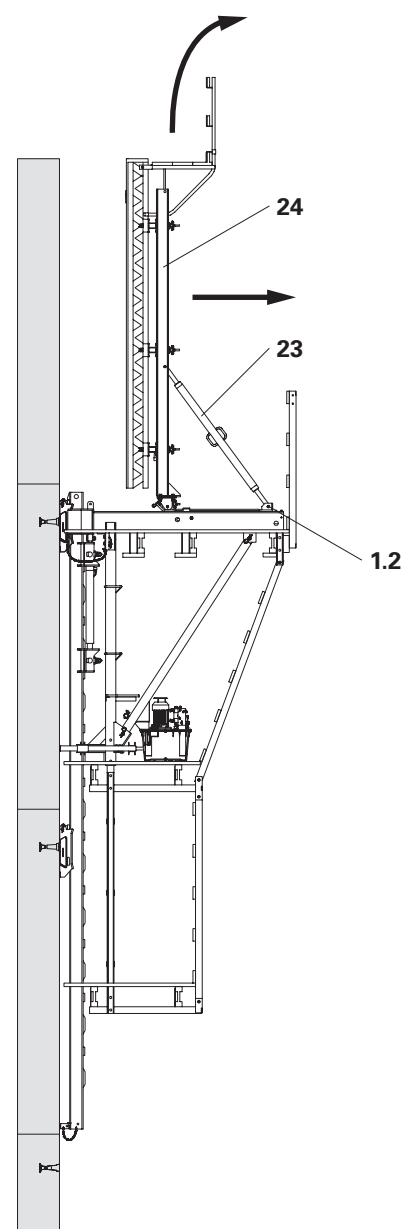

Fig. E1.01
2. Svitare le travi di rinforzo (24) e l'albero di spinta (23) sul carrello (1.2).
3. Estrarre la cassaforma, posizionarla sul lato del manto e smontarla. (Fig. E1.01)